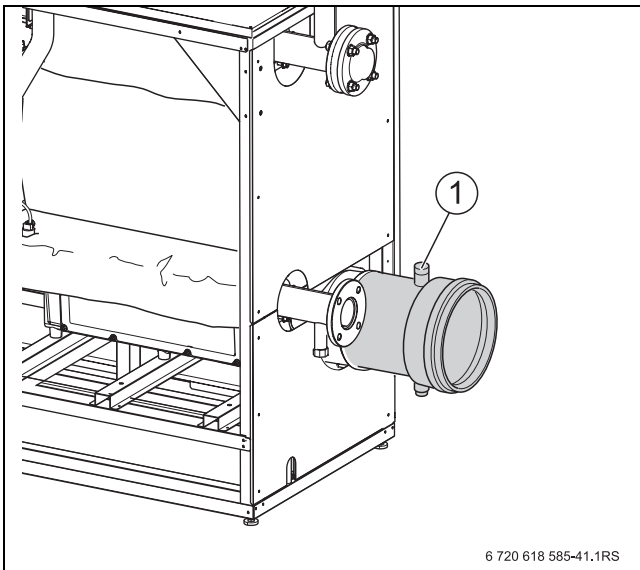

Рис. 36 Проведение замеров
- ▶ Введите измерительный датчик через отверстие для измерений в дымовой трубе (→ рис. 36, стр. 38) в центр потока и проверьте содержание CO2.